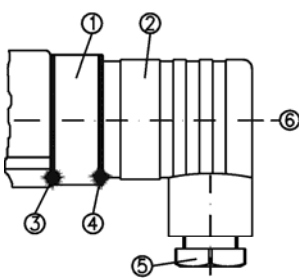

Abb. 7
- ⇒ Lösen Sie die Zentralschraube (Pos. 6) M3x35 und ziehen Sie die Leitungsdose EN 175301-803-A (Pos. 2) vom Gerätestecker (Pos. 1) ab (Abb. 7).